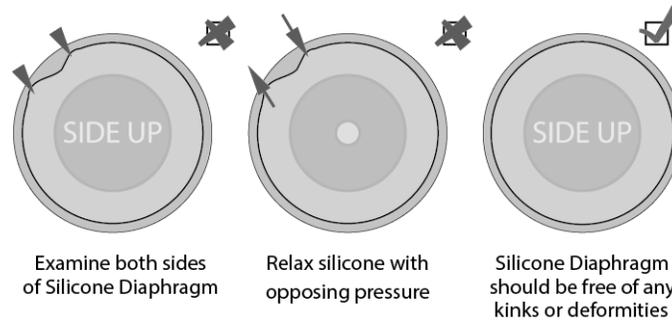

Figura D-2 Cómo examinar el diafragma de silicona del circuito del paciente
2. Controle que el diafragma de silicona no tenga pliegues, cortes, huecos ni inconsistencias en el material. Consulte la Figura D-2.